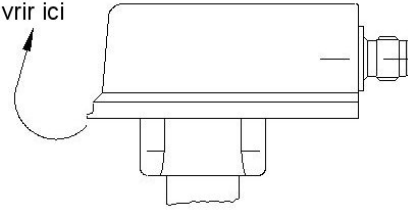

Fig. 17
- Pour régler l'unité de commutation, ouvrir le couvercle de la tête de commutation (Fig. 17) (pas avec VK3...)